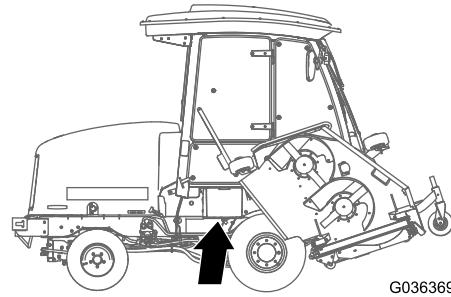

Figura 53
- Abra la tapa de la batería, situada en el lado de la cubierta (Figura 53).
Nota: Presione hacia abajo sobre la superficie plana situada encima de la tapa de la batería para facilitar la apertura de la tapa (Figura 53).